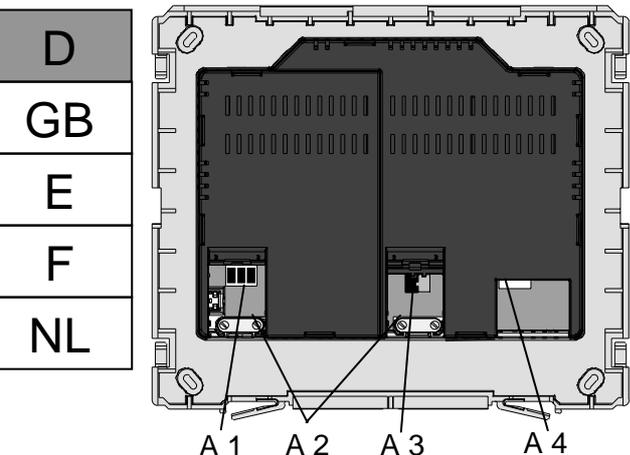

Abbildung 1: Lage- und Funktion der Anzeige- und Bedienelemente
- Die Busleitung ist mit dem Mantel in den Anschlussraum (Abbildung 1: A3) zu führen und mit der Leitungsfixierung (Abbildung 1: A2) zu befestigen.
Die Netzanschlussleitung ist mit der Leitungsfixierung (Abbildung 1: A 2) zu befestigen.
Nach dem Anschluss der Busklemme und der Netzwerkanschlussklemme an die Leitungen werden die Klemmen in die entsprechenden Steckerauslässe am Touch-Manager wave eingesteckt. (Abbildung 1: A 4)